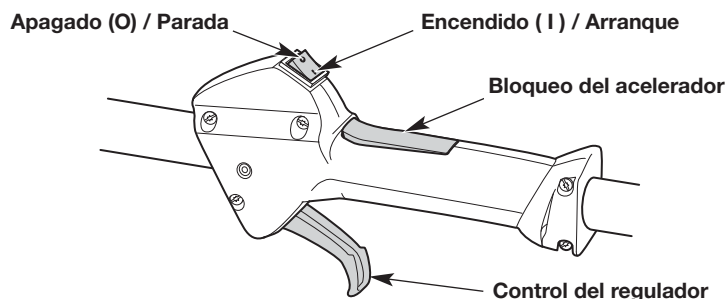

Fig. 10
**NOTA:** No hay necesidad de encender la unidad. El interruptor de Encendido/Apagado debe estar en la posición ENCENDIDO (1) en todo momento (Fig. 10).
6. Oprima el bloqueo del acelerador y apriete el control del acelerador (Fig. 10). Tire de la cuerda de arranque **5 veces** con un movimiento firme y controlado (Fig. 12).
2. Oprima y no suelte el interruptor de control de Encendido y Apagado en la posición APAGADO (O) hasta que el motor se detenga por completo (Fig. 10).